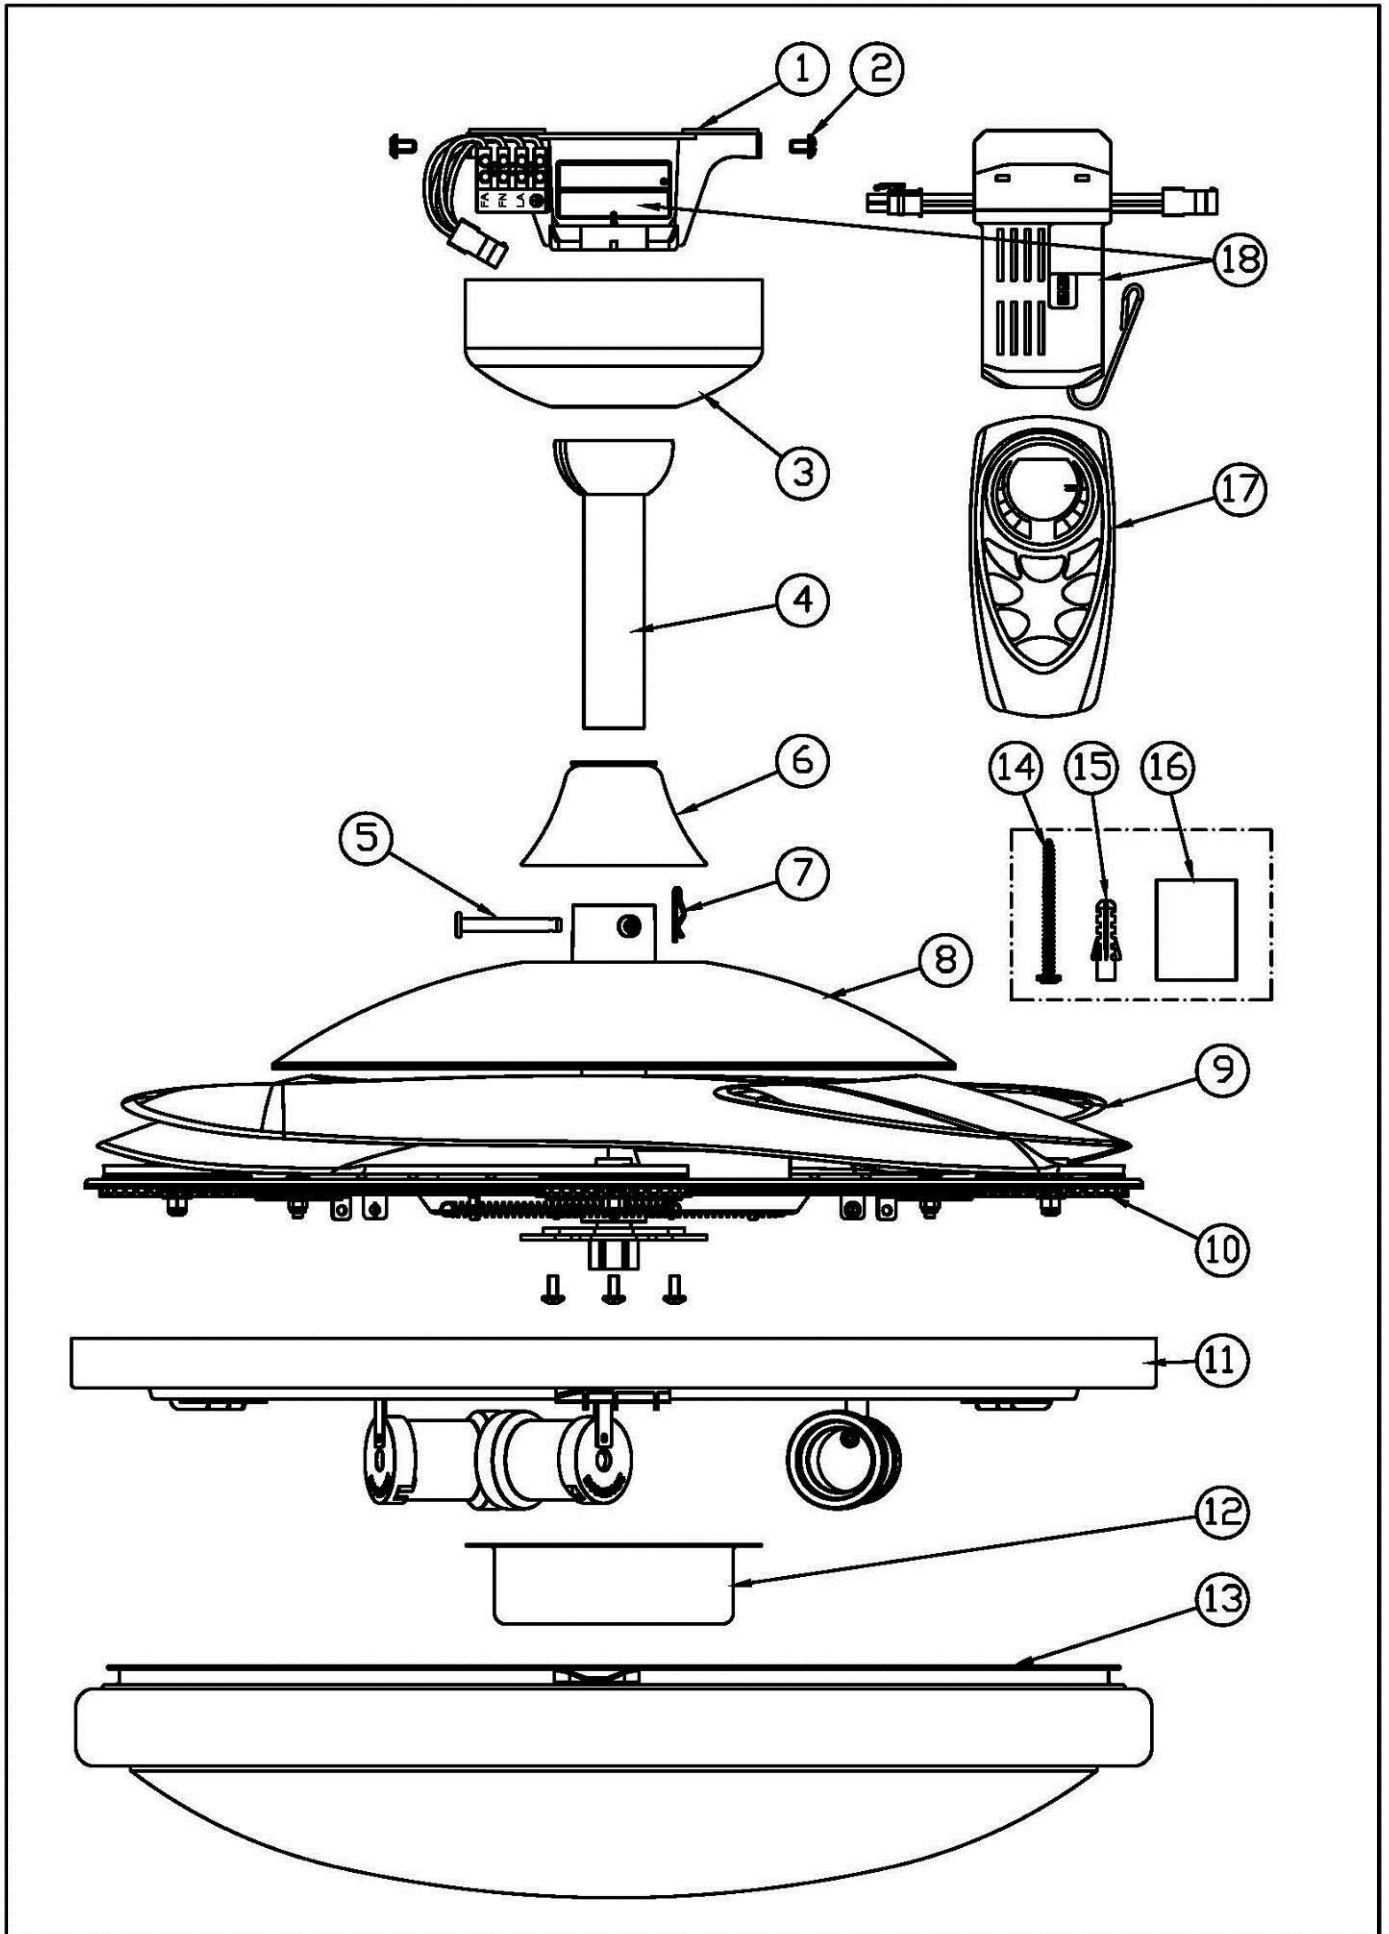

FIGURA 1
Extraiga el ventilador e identifique cuidadosamente las partes. Consulte la FIGURA 1.
- 2) Retire el dosel para cielo raso (No. 3 - Figura 1) aflojando los dos tornillos con ranuras.
- 1) Pase la varilla vertical a través del dosel para cielo raso (No. 3 - Figura 1) y la cubierta para perno y pasador (No. 6 - Figura 1).
- 3) Inserte la varilla vertical (No. 4 - Figura 1) en la parte superior de la unidad (No. 8 - Figura 1), alinee los orificios de la unidad con los orificios de la varilla vertical e inserte el perno (No. 5 - Figura 1). Luego, inserte el pasador (No. 7 - Figura 1) en el extremo del perno.